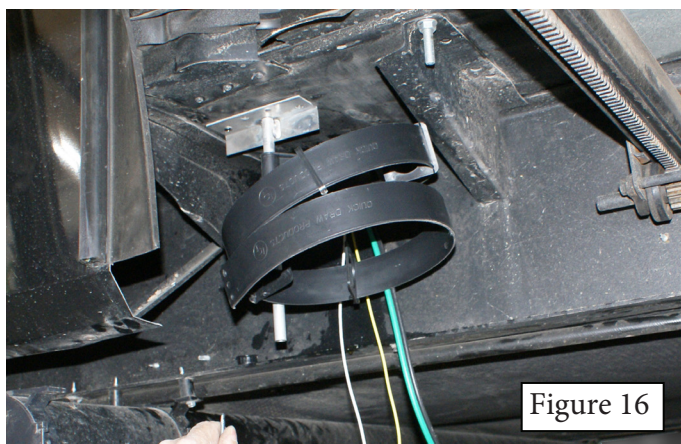

Figure 16
22. La partie coulissante de la cuisine complètement sortie, installez le montant de la gaine Flex-Guard légèrement en avant, et à l'extérieur du trou pour le câblage et fixez-le avec quatre (4) attaches (numéro de pièce 101328) (Figure 16). Assurez-vous que le bras de la gaine Flex-Guard se replie vers l'arrière lorsque la pièce se ferme.